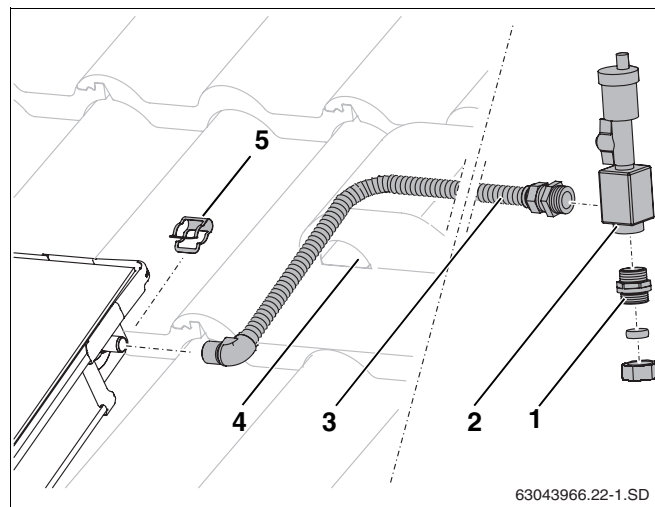

Fig. 56 Montage du purgeur sous le toit
- Insérer le tube de raccordement (fig. 56, **pos. 3**) sur le raccordement de départ du champ de capteurs et fixer à l'aide de la bride de fixation (fig. 56, **pos. 5**).
- Faire passer le tube de raccordement avec le câble de sonde par la tuile de ventilation (fig. 56, **pos. 4**) et l'isolation du toit.
- Vissez à fond le tube de raccordement (fig. 56, **pos. 3**) et l'embout double (fig. 56, **pos. 1**) sur le pot de purge (joint torique).
- Raccordez le tube collecteur à l'embout double avec le raccord-union par anneau de serrage (fig. 56, **pos. 1**).